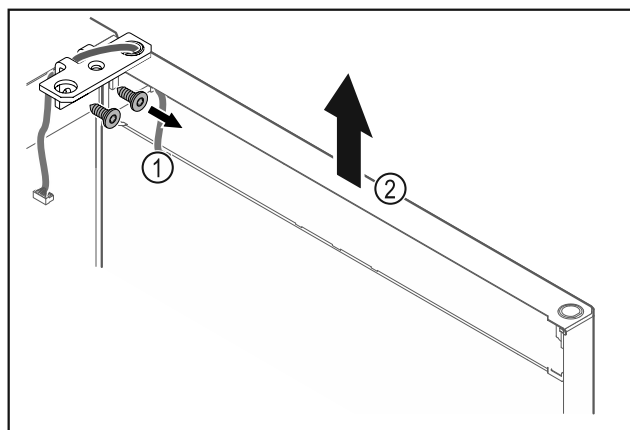

Fig. 27
- Irrota saranakulma Fig. 27 (1).
- Nosta ovea saranakulmineen Fig. 27 (2) noin 200 mm suoraan ylöspäin ja ota pois.